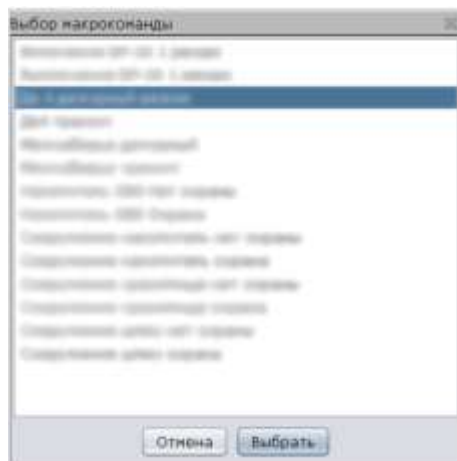

Рис. 150
3) в поле «Макрокоманда» нажать на кнопку «Не выбрана», в открывшемся окне выбрать макрокоманду из списка (Рис. 150) и нажать «Выбрать»;